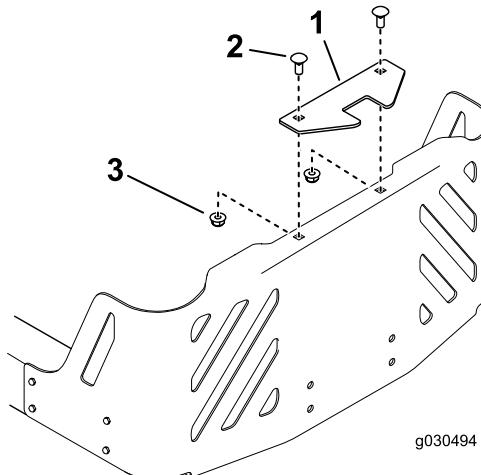

Figura 10
Nota: El soporte del estabilizador se usa solo en modelos de 2015 y posteriores (Figura 10).
1. Instale el soporte del estabilizador en el protector del motor usando 2 pernos de cuello cuadrado (5/16" x 3/4") y 2 contratuerca (5/16") (Figura 10).